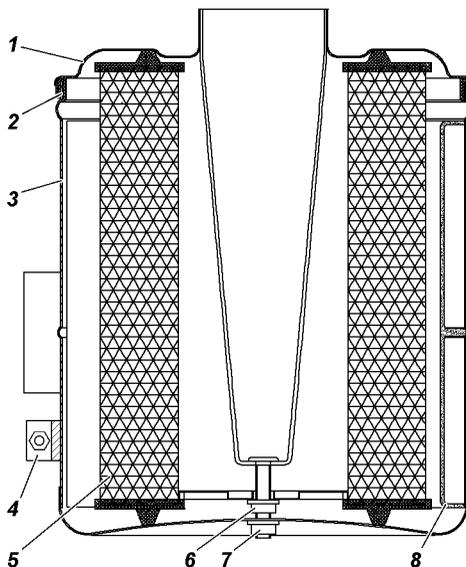

Рис. 9.8. Воздушный фильтр:
Периодически сливайте отстой, отвернув пробку 26 (рис. 9.8) снизу бака.
- отверните гайку хомута 4 (рис. 9.8), снимите хомут и воздушный фильтр;